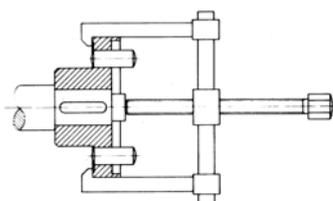

Figura 12
- Desaperte a porca sextavada (902.32) (não está presente em todos os tamanhos de bomba) e remova a tampa do corpo (161) da lanterna do suporte da chumaceira (344).
- Remova o acoplamento com um dispositivo de remoção de acoplamentos (figura 12). Remova a mola de ajuste (940.52).